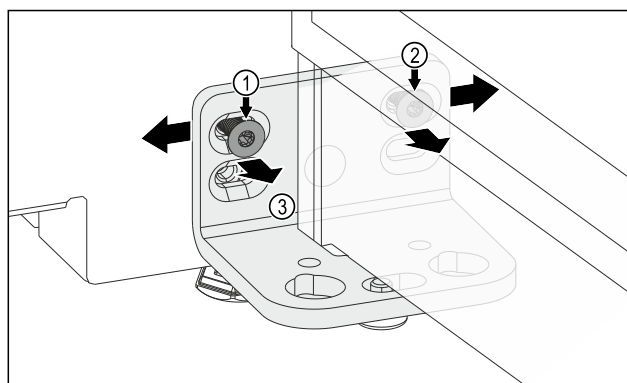

Fig. 9
- Otpustite vijak Fig. 9 (1) i vijak Fig. 9 (2). Za vijak Fig. 9 (2) potreban vam je kratki kutni odvijač.
- Pomaknite vrata s pomoću kutnika šarke Fig. 9 (3) nalijevo.
- Pomaknite vrata s pomoću kutnika šarke Fig. 9 (3) nadesno.
- Dosegnut je krajnji položaj vrata: Pritegnite vijak Fig. 9 (1) i vijak Fig. 9 (2).